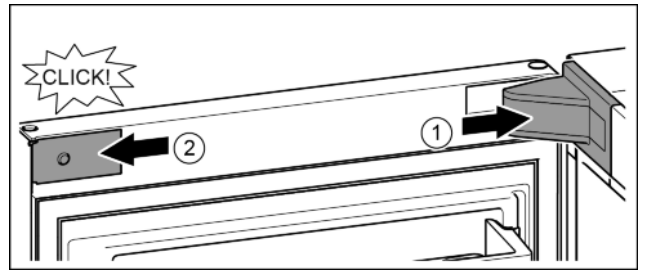

Fig. 24
- ▶ Poser le cache et l'enclencher, exercer une pression avec précaution. *Fig. 24 (1)*
- ▶ Mettre en place le cache latéralement et l'enclencher. *Fig. 24 (2)*